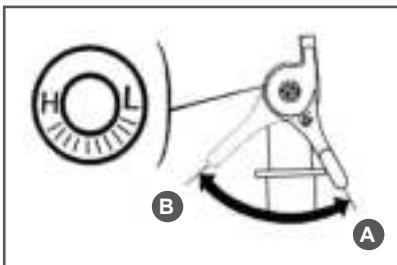

Рис. 26 Положения рычага газа
5. Переведите рычаг газа 6 (Рис. 1) на 1/3 хода в сторону положения максимальных оборотов двигателя (Рис. 26).
- Переведите рычаг газа в положение «В» максимальных оборотов двигателя (Рис. 26).
- Для изменения скорости движения мотоблока на каждой передаче пользуйтесь рычагом газа (Рис. 26).
5. Переведите рычаг газа в положение «В» максимальных оборотов двигателя (Рис. 26).